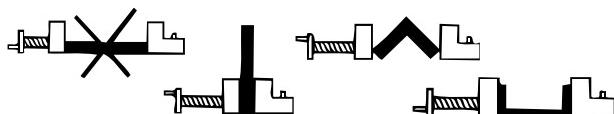

Figure 6 – Arrimage des profilés
- S'assurer que le profilé est correctement positionné et bien aligné par rapport au disque (*Figure 6*).